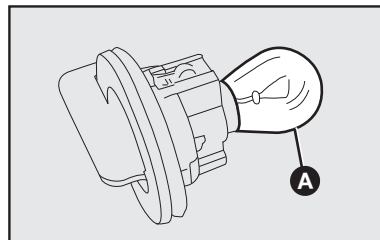

fig. 38
- 3) Retirar a lâmpada **A-fig. 38**, empurrando-a um pouco e girando-a em sentido anti-horário.